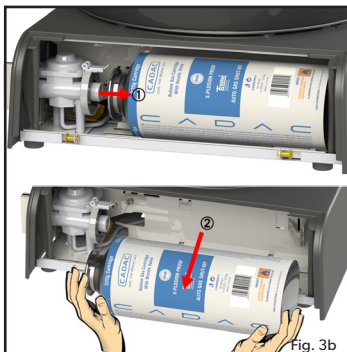

Fig. 3b
- Aprire il coperchio della cartuccia e rimuovere la cartuccia in posizione orizzontale (come mostrato in Fig. 3b).